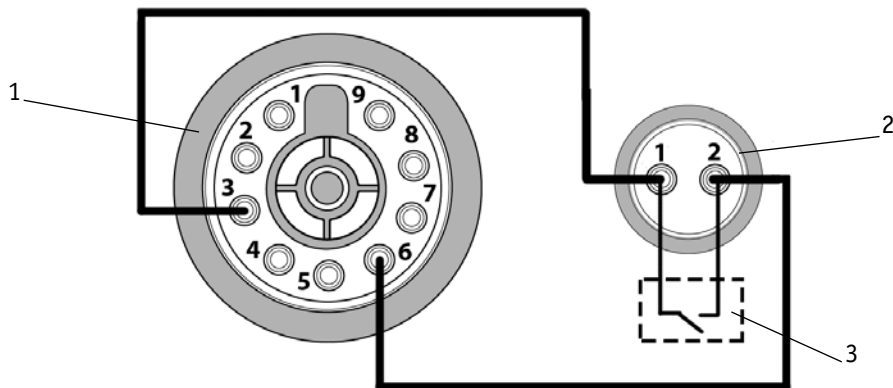

Рис. 8.14. Подключение разъёма.
4. Разъём 2-рiп (См. рис. 8.14).